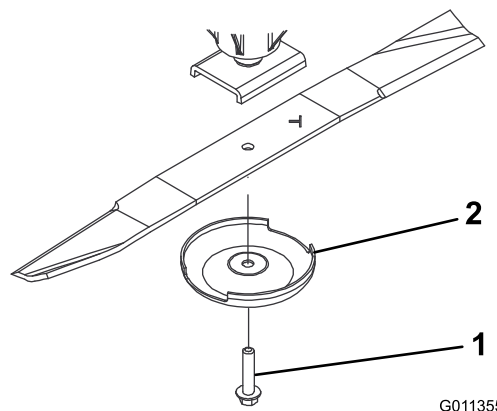

Figura 65
2. Fixe a extremidade da lâmina utilizando um pedaço de tecido ou uma luva grossa. Retire o parafuso da lâmina, o recipiente antidanos e lâmina do eixo (Figura 65).
lâmina (Figura 65). Aperte a porca de bloqueio com 115 a 149 N m.
Se a lâmina continuar a sofrer este tipo de desgaste irá formar-se uma ranhura entre a parte curva e a parte plana da lâmina (Figura 65). Eventualmente, pode soltar-se algum pedaço da lâmina e projetar-se, ferindo-o a si ou a qualquer pessoa próxima.